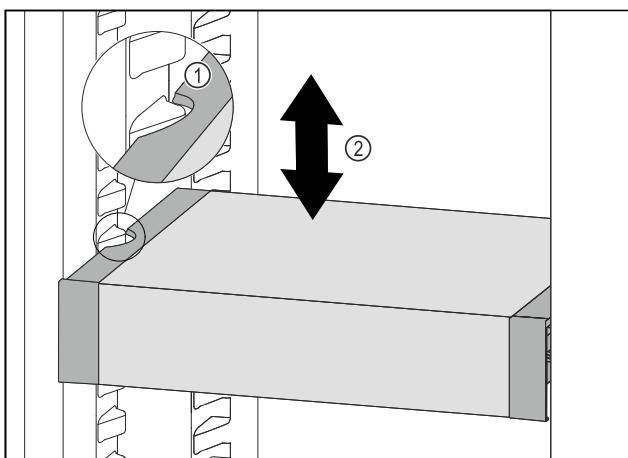

Fig. 104
- Táhněte VarioSafe dopředu, dokud nebudou boční vybrání VarioSafe na úrovni žebrování na nádoby v chladničce. Fig. 104 (1)
- Posouvejte VarioSafe v chladničce nahoru nebo dolů, dokud nedosáhnete požadované výšky. Fig. 104 (2)